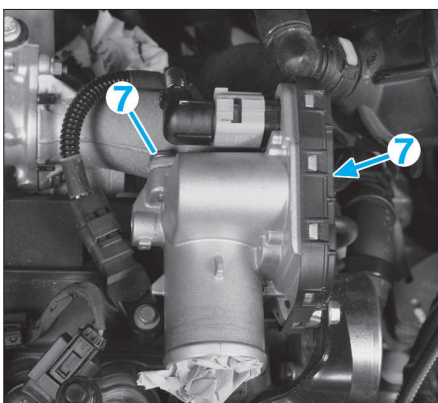

FIG. 73
- les vis (7) puis le volet d'admission d'air (Fig.73),